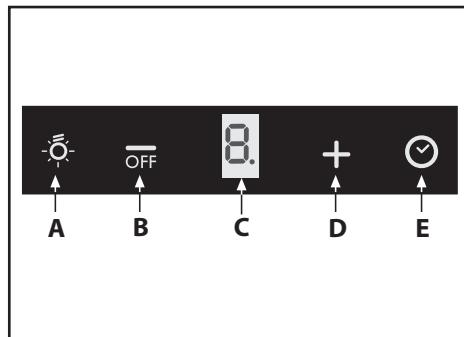

Fig.12
- **Betjening-senhed (Fig.12):**